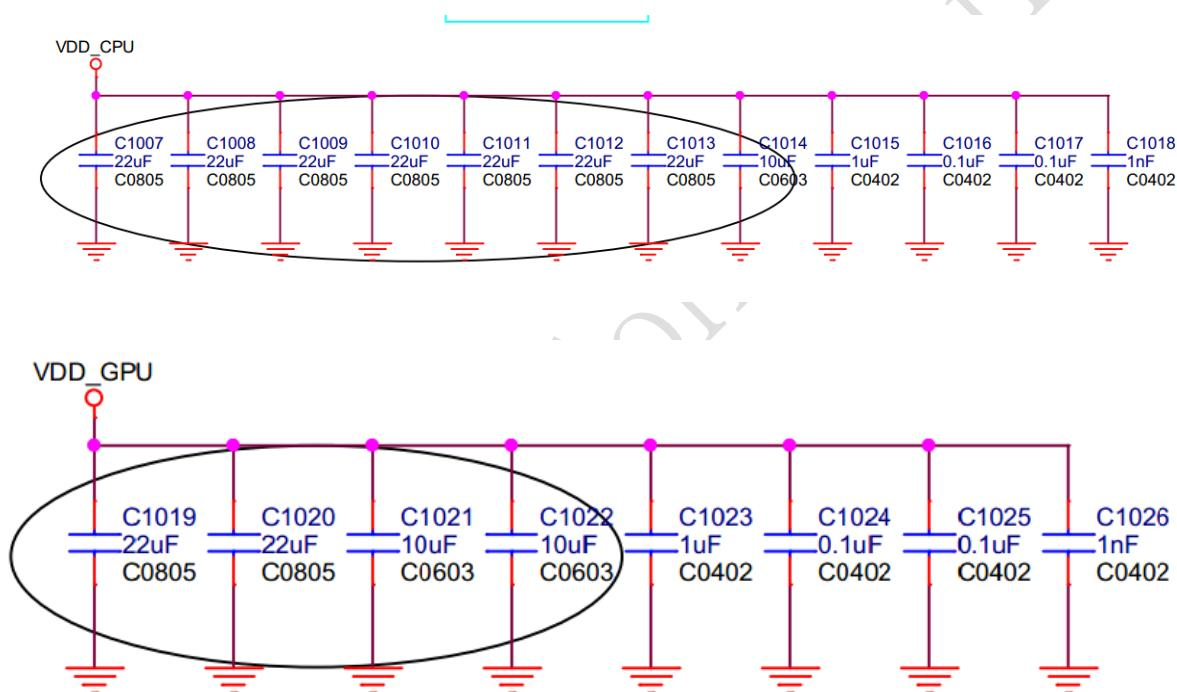

图5-1
- VDD_CPU与VDD_GPU为主控主要供电，峰值电流分别可达4.4A/3.6A (CPU@1.6GHz、GPU@400MHz)，所以请不要删减参考设计中的电容，大电容放置在主控芯片背面（或就近）以保证电源纹波在100mV以内，避免在大负载情况下引起电源纹波偏大，(VDD_CPU为154uF电容，VDD_GPU为66uF电容,) 如图5-1;